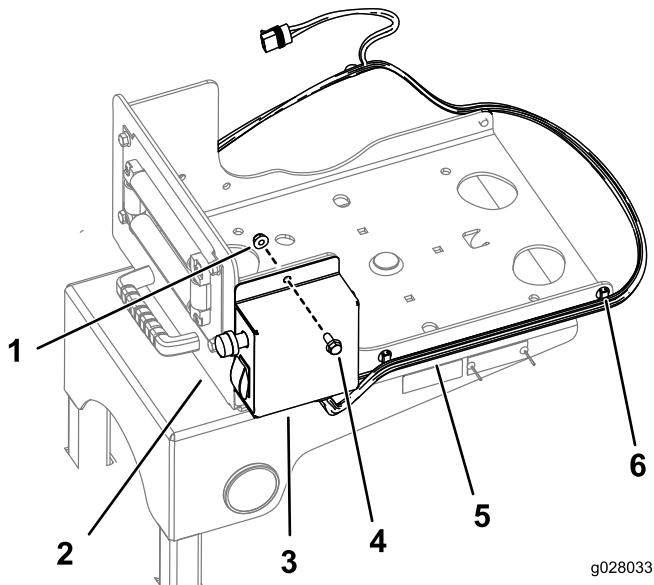

図 10
3. 図 10 のように、スイッチボックスをスイベルプレートに取り付けるボルト 5/16-18 x 1/4 インチ 2本とフランジナット 5/16-18 インチ 2 個を使用する。
4. ワイヤハーネスを、スイベルプレートの側部に固定する既存のクリップを使用する図 10。